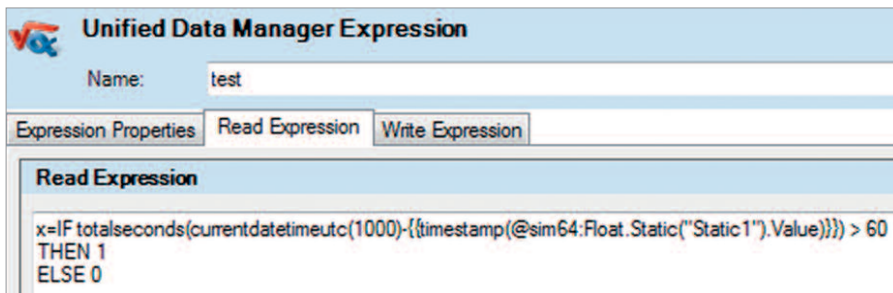

Рис. 6. Законченное UDM-выражение
6. Сохраним выражение. На рис. 6 можно увидеть конечный результат.